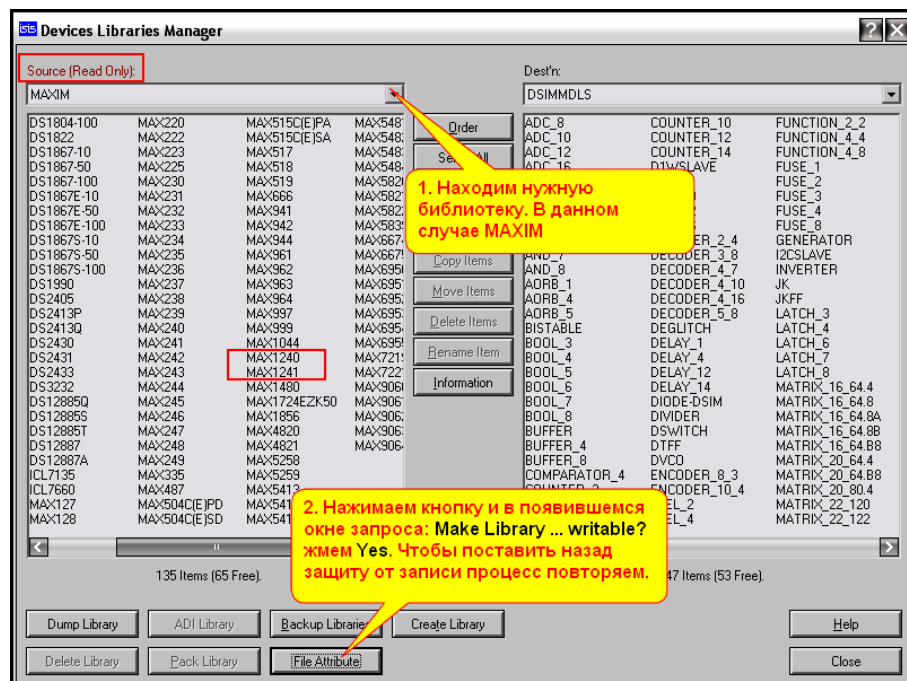

Рис. 138.
- Первый и самый простой вариант. Новый файл MDF переименовываем, например, в **MAX1241N.MDF** и помещаем в папку **MODELS** Протеуса. Предварительно сняв защиту от записи с помощью **Library=>Library Manager** (Рис. 138), помещаем в проект **MAX1241** и запускаем для него **Make Device**. На третьей вкладке для **MODFILE** в графе **Default Value** задаем наш новый MDF и в последней вкладке сохраняем его не **USRDVC**, а в **MAXIM**, который теперь доступен для записи. После этого можно снова защитить библиотеку, повторив процедуру через **Library Manager**.